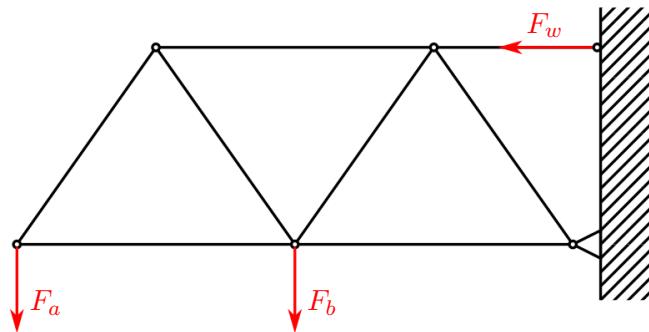

Abbildung 1: Fachwerk
**Beispiel 1:** Fachwerke bezeichnen eine im Bauingenieurwesen oftmals verwendete Art von Tragwerken, welche die entstehenden statischen und dynamischen Kräfte durch an den Enden miteinander verbundene Stäbe aufnehmen. Ein zweidimensionales Fachwerk einer Auskragung ist aus lauter gleichseitigen Dreiecken aufgebaut, wie in Abb. 1 dargestellt. Das Fachwerk wird durch zwei externe Kräfte  $F_a$  und  $F_b$  belastet, welche aufgrund der Konstruktion eine Zugkraft  $F_w$  am oberen Montagepunkt auf die Wand ausüben.